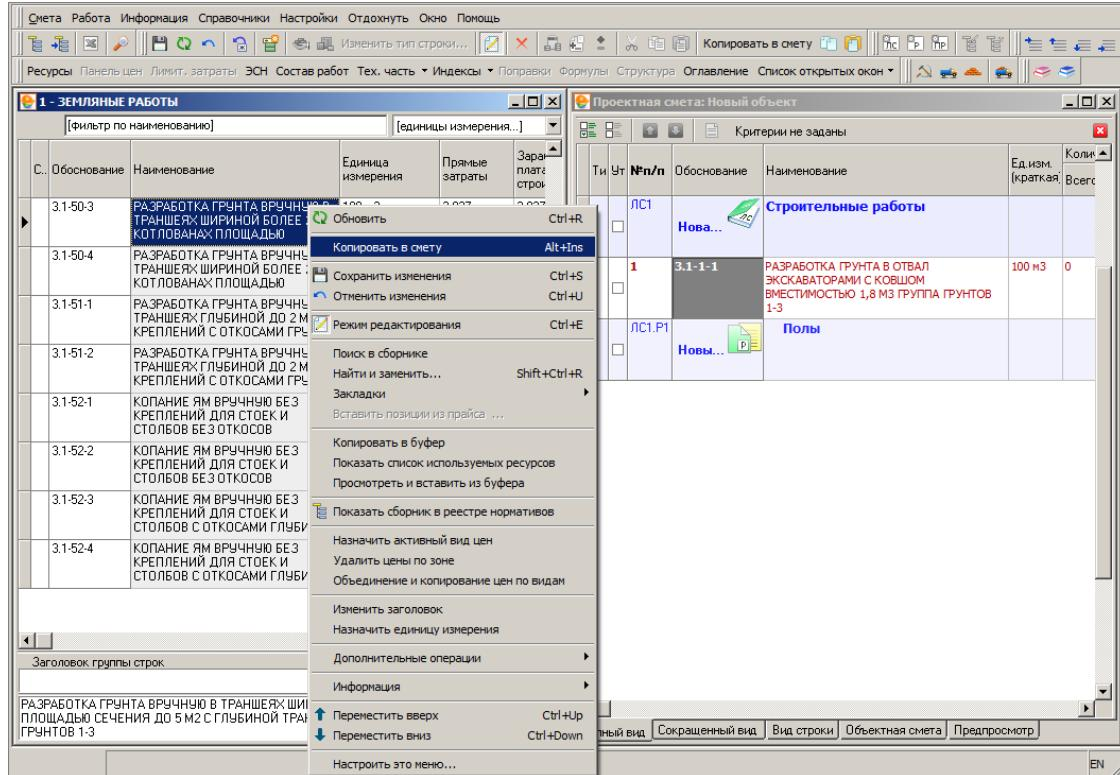

Рис. 2.
- Следующую расценку скопируем через контекстное меню. Щелкните правой кнопкой мыши по найденной расценке и выберите пункт **Копировать в смету** (см. рис. 2).